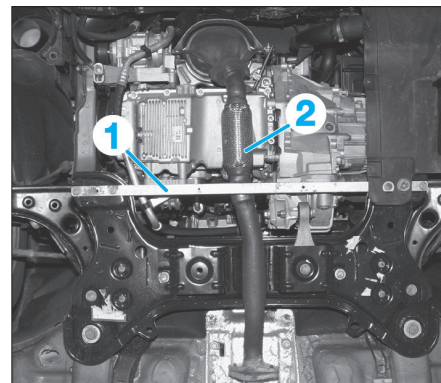

Fig. 5
- Déposer le renfort de berceau (1) (Fig.5).
- Déposer le flexible d'échappement (2).